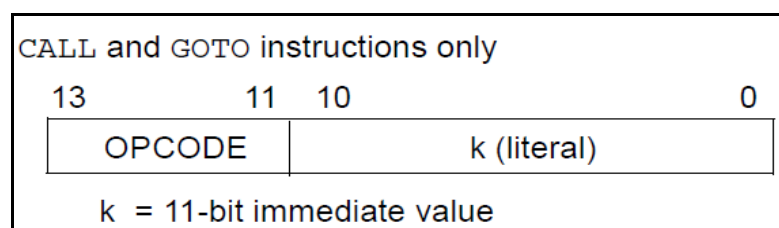

Figure IV.4.
- les instructions de **CONTRÔLE** : cf. figure IV.4.